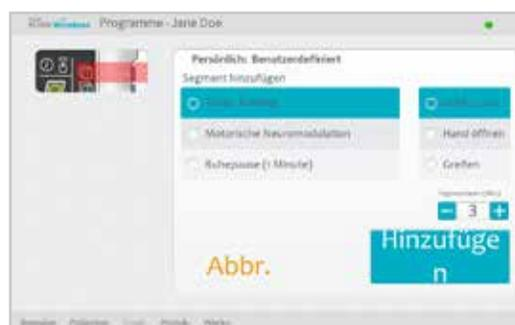

Abbildung 8-30: Programm „Persönlich: Benutzerdefiniert“, Fenster „Segment hinzufügen“
7. Um ein Segment hinzuzufügen, drücken Sie auf „Hinzufügen“. Daraufhin öffnet sich das Fenster „Segment hinzufügen“. Siehe Abbildung 8-30. Wählen Sie das gewünschte Segment aus, passen Sie die Segmentdauer an, und drücken Sie auf „Hinzufügen“. Das neu hinzugefügte Segment wird dann am Ende der Segmentliste angezeigt.